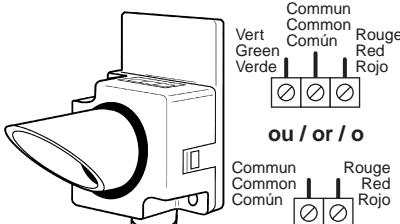

Fig. 7
- soit un boîtier extérieur standard (fig. 7), fixation murale par 2 vis Ø 4 mm,
- a standard outdoor box (fig. 7), wall mounting with two 4 mm diameter screws.
- una caja externa estándar (fig. 7), fijación mural con 2 tornillos Ø 4 mm,